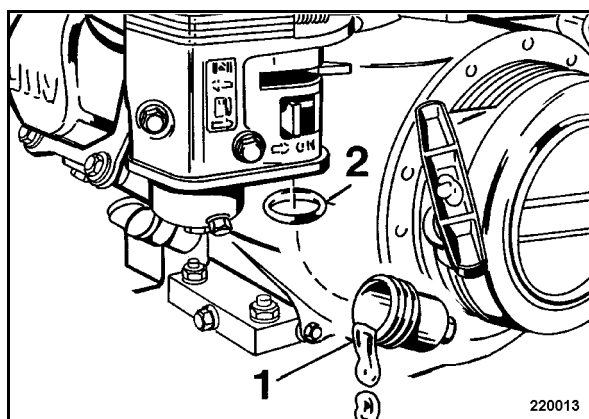

рис. 42
- При закрытом топливном кране выкрутить фильтр осадка на дне бака 1 (рис. 42) и промыть в топливе.
- Плотно вкрутить фильтр осадка на дне бака с учетом уплотнительного кольца круглого сечения (2).